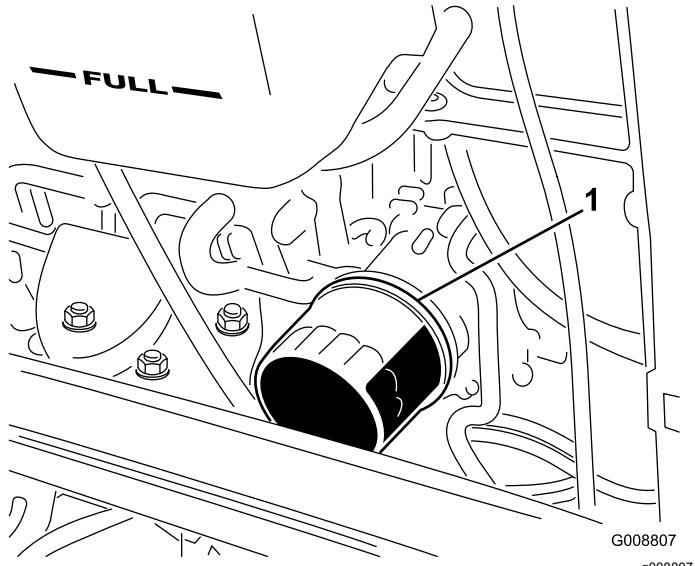

图 57
2. 拆下机油滤芯 图 57。在新的滤芯密封条上涂上薄薄一层干净油然后再拧上。不要上得过紧。